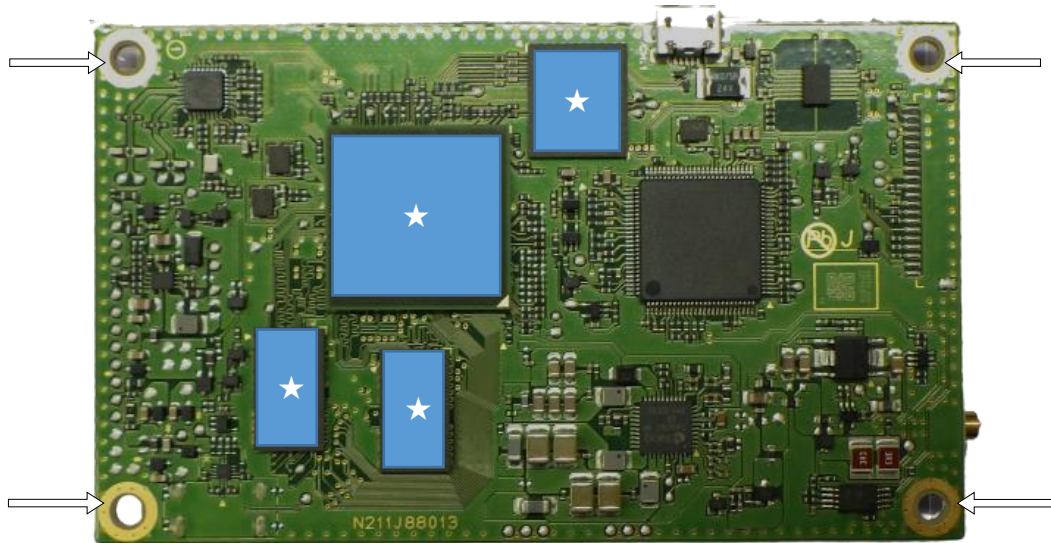

図 5.2 GNSS 受信機取付け
GNSS 受信機取付けは、図 5.2 の矢印にて示しております四隅のネジ穴 (M3 4 か所) をご利用ください。固定用の部材は別途ご用意ください。
- 図 5.2 の★印をつけている IC につきましては、放熱シートや放熱フィンを貼ってご利用いただくことを推奨いたします。